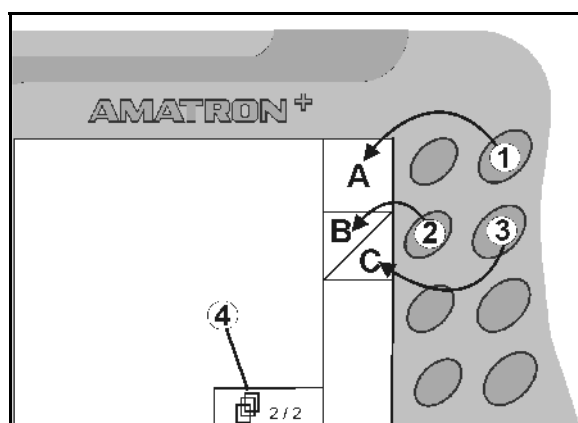

Fig. 7
- Erscheinen auf dem Display Quadratfelder ist nur die rechte Taste (Fig. 7/1) dem Funktionsfeld zugeordnet (Fig. 7/A).
- ist die linke Taste (Fig. 7/2) dem Funktionsfeld oben links (Fig. 7/B) zugeordnet.
- ist die rechte Taste (Fig. 7/3) dem Funktionsfeld unten rechts zugeordnet (Fig. 7/C).
<ul style="list-style-type: none"> • Blättern in weitere Menüblätter (nur möglich wenn Symbol (Fig. 7/4) im Display erscheint)